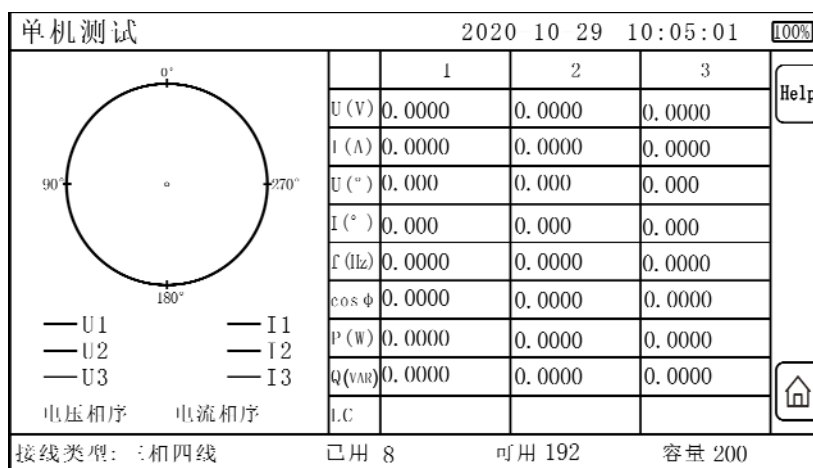

图 9
(1) 单机测试。在主界面选择单机测试，就会进入如图 9 所示测试界面，进入后仪器便会自动测量数据，并且每隔 3 秒显示一次测试数据。若需测量单相，只需连接所要测的相的接线即可，其他相不接线，否则会影响精度。如若想保存数据，只需要点击保存按钮即可。退出页面（点击页面下的 HOME 键）即可停止测试。